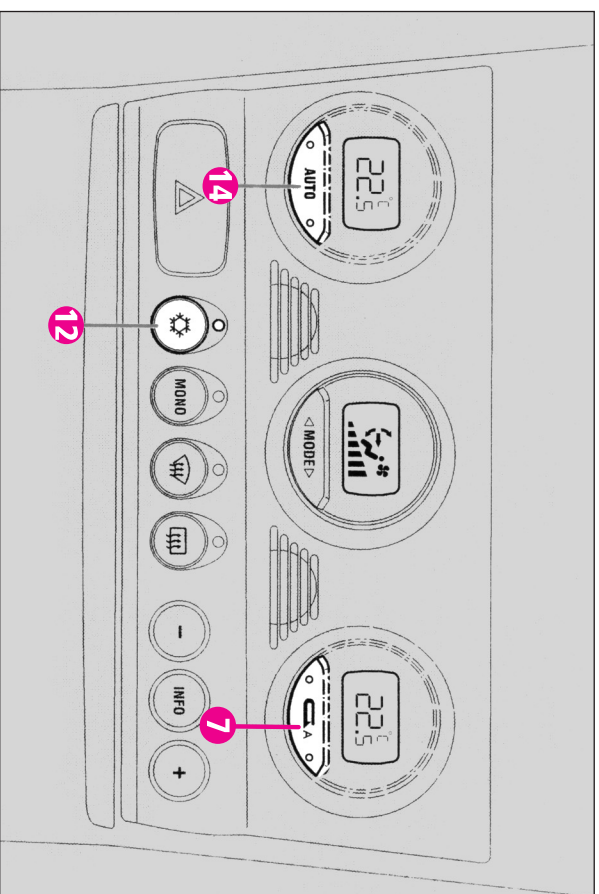

fig. 110
Cu compresorul oprit, în habitaclu nu poate fi admis aer cu o temperatură mai scăzută decât cea exterioară; în acest caz, valoarea temperaturii care nu poate fi atinsă clipește pe display și ledul stâng de pe butonul (14) **AUTO** - fig. 110) se stinge.